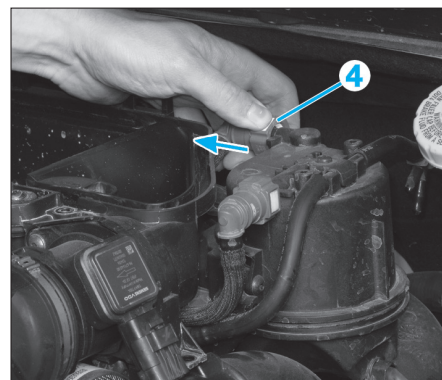

Fig. 34
- Déclipper le tuyau (4) (Fig.34).